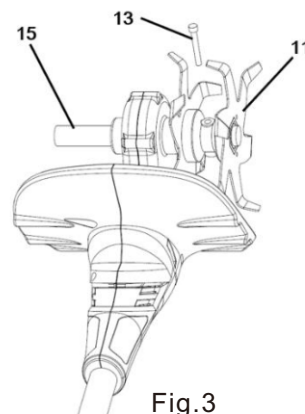

Fig.3
3. Insérez la vis à six pans creux 13 dans les trous C et B, puis serrez-la à l'aide d'une clé à six pans creux. (Fig. 3)